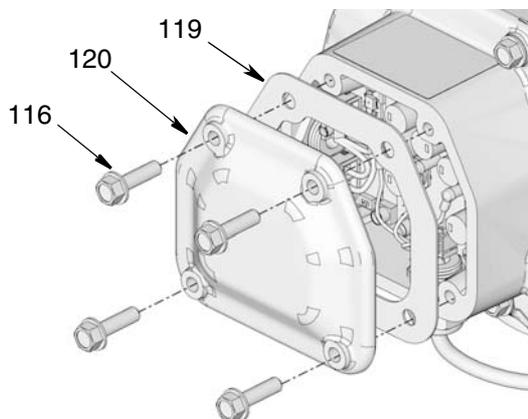

Рис. 70
- Установите обратно прокладку платы управления электродвигателем (119) и крышку (120) с помощью винтов (116) (Рис. 70), соблюдая осторожность, чтобы не зажать какие-либо провода. Как следует затяните винты. Затяните с усилием 17 - 19 футов на фунт (23 - 25 Н•м).